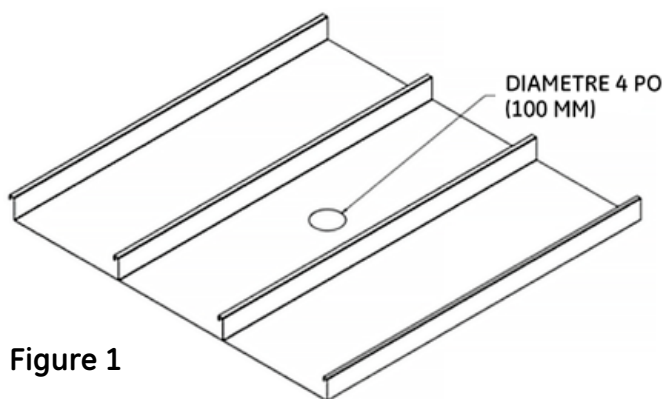
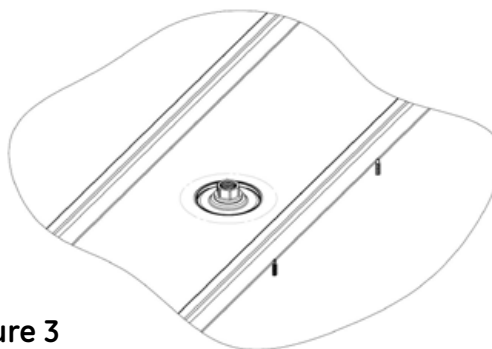

Figure 1
Figure 3
1. Percez un trou de 4 po (100 mm) dans le plafonnier. S'il y a un trou existant de moins de 4 po (100 mm), agrandissez-le à 4 po (100 mm). (Voir fig. 1)
2. La portée et le moyeu doivent passer par le centre du trou (Fig 1) de manière que le joint central soit positionné tel que représenté Fig 3.